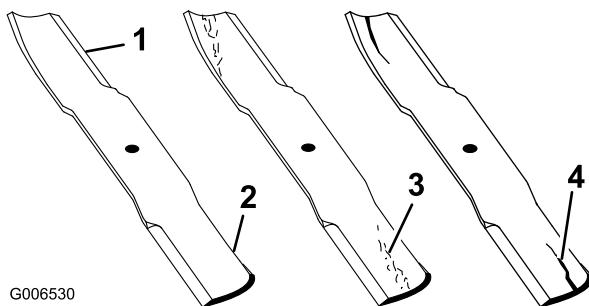

Figura 28
2. Verificate accuratamente i taglienti, con particolare attenzione ai punti d'incontro delle sezioni piatta e curva della lama (Figura 28). Sabbia e materiali abrasivi possono consumare il metallo che connette le sezioni piatta e curva della lama, per cui si consiglia di controllare la lama prima di usare la macchina. Se notate che la lama è consumata (Figura 28), sostituitela; vedere Rimozione della lama.
Se continuate ad usare la lama usurata, si forma una scanalatura tra la costa e la sezione piatta della lama (Figura 28). Alla fine, un pezzo di lama può staccarsi e venire lanciato dal sottoscocca, con il rischio di ferire gravemente voi o gli astanti.